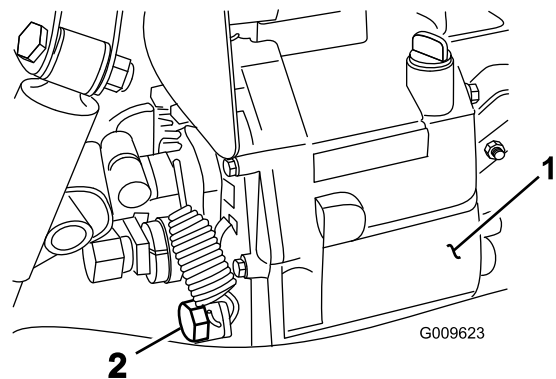

Рисунок 66
2. Снимите сливную пробку с боковой стороны резервуара и дайте гидравлической жидкости стечь в сливной поддон (Рисунок 66).